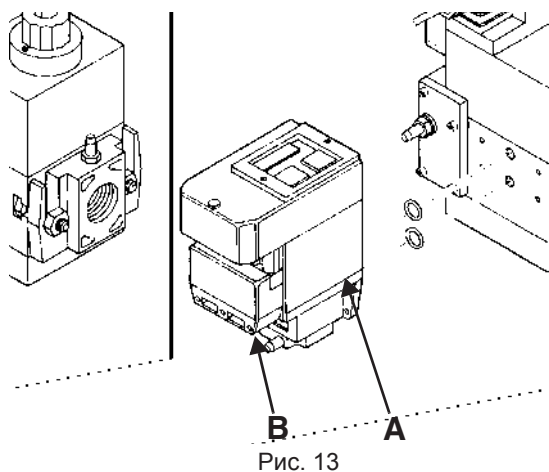
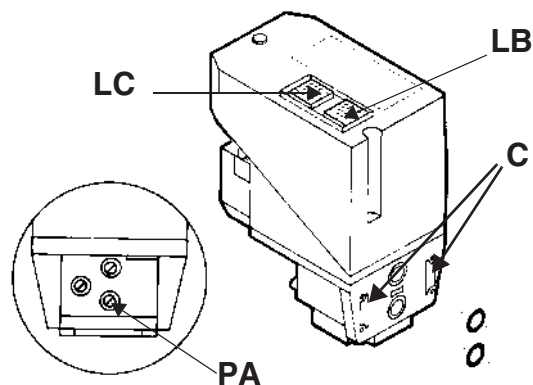

Рис. 13
Рис. 14
- 3). снять крепежные винты группы Multibloc (Рис. 13-А)
- 4). вставить уплотнительные кольца (10,5x2,25) в VPS 504 (Рис. 14-В, Рис. 13-В)
- 5). закрутить 4 винта блока контроля герметичности (M4x16) Рис. 13-С.
Для проверки работы, подсоедините манометр к штуцеру для отбора давления PA (Рис. 14). Если проверка завершилась положительно, через несколько секунд загорается жёлтая лампочка LC. В противном случае загорается красная лампочка блокировки LB. Чтобы перезапустить горелку, необходимо разблокировать блок управления нажатием на светящуюся кнопку LB.